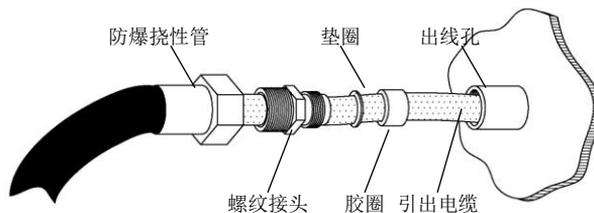

图 3.
- a. 如图 3，预先为电缆套上防爆挠性管组件；取下压紧螺母后，保留标配的垫圈和胶圈（也可以使用包装箱内的备件）。